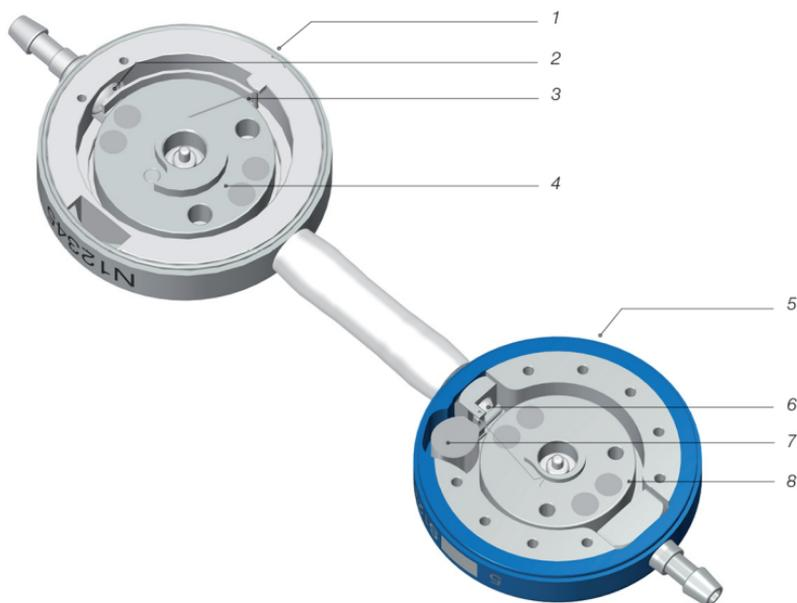

Fig. 1: Tværsnit af M.blue plus
M.blue plus er en ventilsystem, det er fremstillet af titan. Den består af en indstillelig differensstrykkehøder (herefter også betegnet som *proGAV 2.0*) og en indstillelig gravitationsenhed (herefter også betegnet som *M.blue*) (Fig. 1).